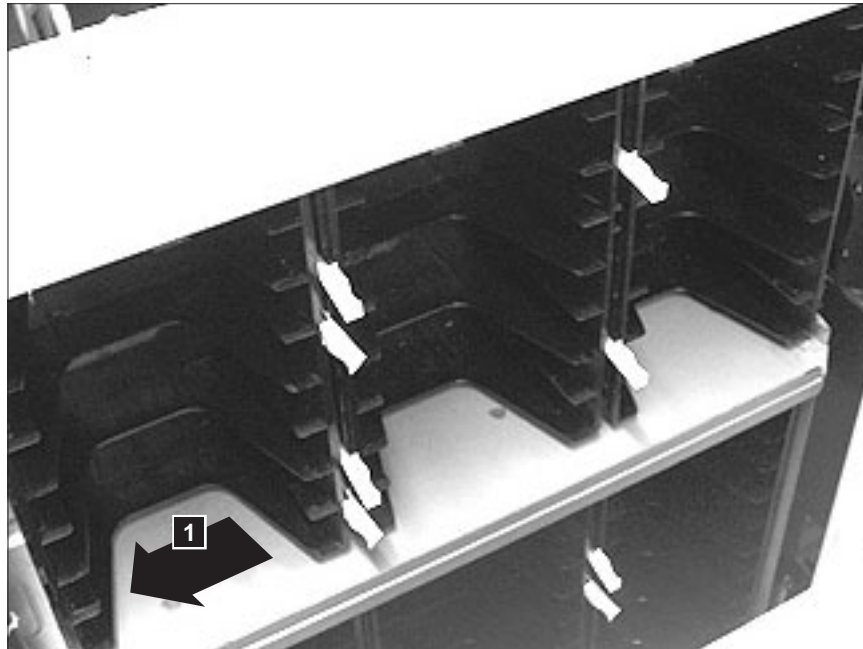

Abbildung 11-10. Ablagesäule ausbauen
2. Ziehen Sie die Ablagesäule zur Vorderseite des Kassettenarchivs (**1** in Abb. 11-10 auf Seite 11-17), um die Sperrungen an der Rückseite der Säule auszukuppeln.